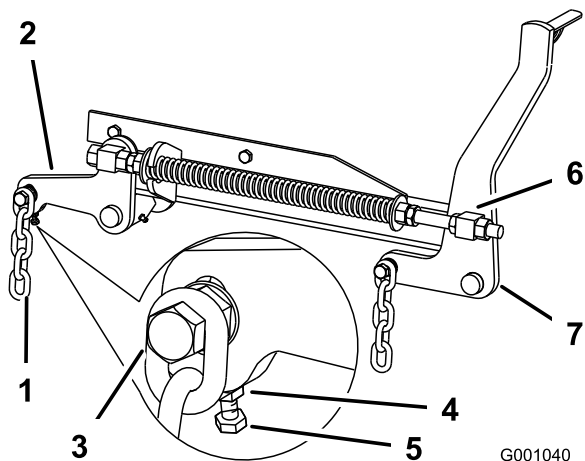

Figure 93
7. Si la distance mesurée au point **B** ou **C** n'est pas correcte, desserrez le boulon de fixation de la chaîne arrière au bras de support arrière (Figure 93).
- Desserrez l'écrou de blocage sous le bras de support arrière et agissez sur le boulon de réglage de manière à obtenir une distance de 80 à 83 mm ($3\frac{1}{8}$ à $3\frac{1}{4}$ po); voir Figure 93.
- Desserrez d'environ 13 mm ($\frac{1}{2}$ po) les écrous de blocage avant à l'avant des pivots gauche et droit (Figure 93).
- Régalez les écrous de levage sur les côtés gauche et droit de la machine de manière à abaisser l'avant de 6 à 10 mm ($\frac{1}{4}$ à $\frac{3}{8}$ po) au point A par rapport au point B à l'arrière (Figure 93).